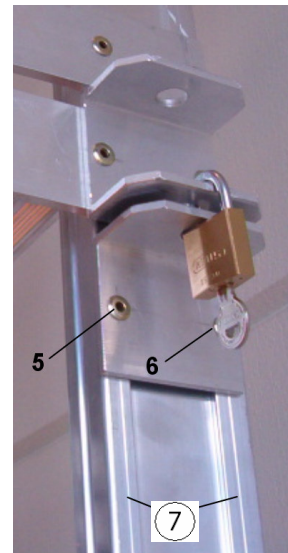

Figura 4
- Cierre primero el cierre de seguridad para determinar la altura de la escuadra (figura 4).